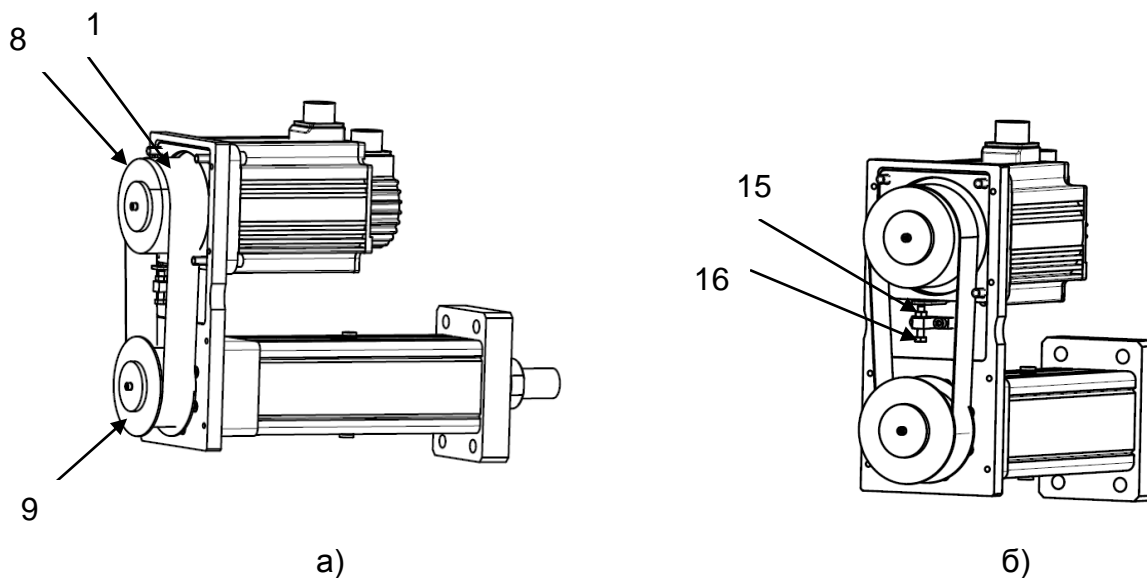

Рисунок 14 – Установка зубчатого ремня.
5) установить зубчатый ремень (поз. 1) на шкивы (поз. 8 и 9) (см. рисунок 14 а)). Натянуть зубчатый ремень (поз. 10) при помощи винта (поз. 16) и зафиксировать его при помощи гайки (поз. 15) (см. рисунок 14 б)). Натяжение ремня осуществляется согласно приложению Б;